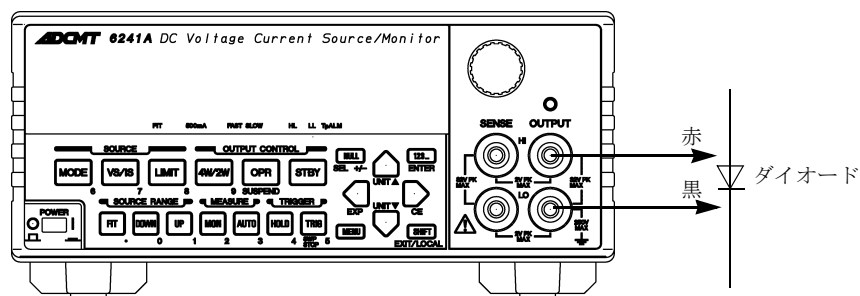

図 3-1 ダイオード測定の接続
1. 付属の入出力ケーブル A01044 にワニ口クリップ A08532 を取り付け、図 3-1 のようにダイオードを接続します。